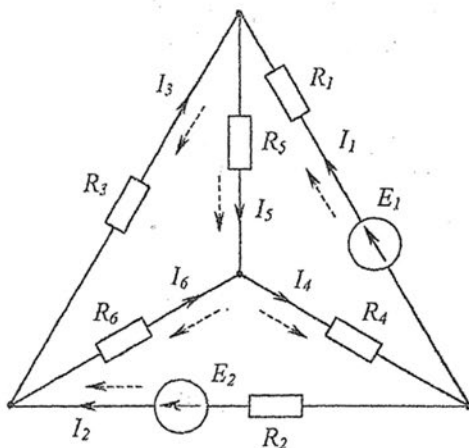

Рис. 15
3.4. Переносим токи на исходную схему (рис. 15) с учетом их истинного направления.
Показываем на схеме рис. 15 истинное направление токов I_3, I_5, I_6 .
Баланс мощностей для схемы рис. 15.